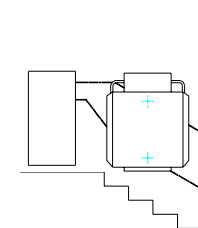

Fig. 4
6. Une fois la personne évacuée, appuyez avec force sur les bras de protection. **La plate-forme se relèvera quand les bras s'abaisseront (voir la Fig. 4). La plate-forme doit maintenant être verrouillée sur le chariot avec le cadenas.**